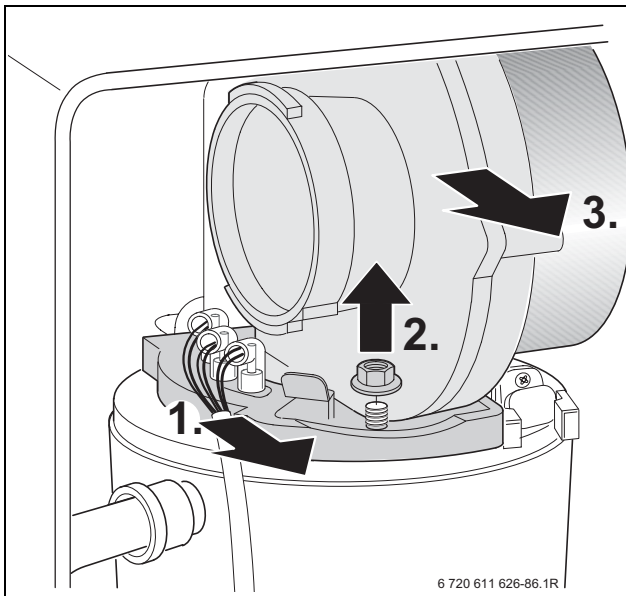

Bild 53
- ▶ Kabel der Zünd- und Überwachungselektrode abziehen, → Bild 53.